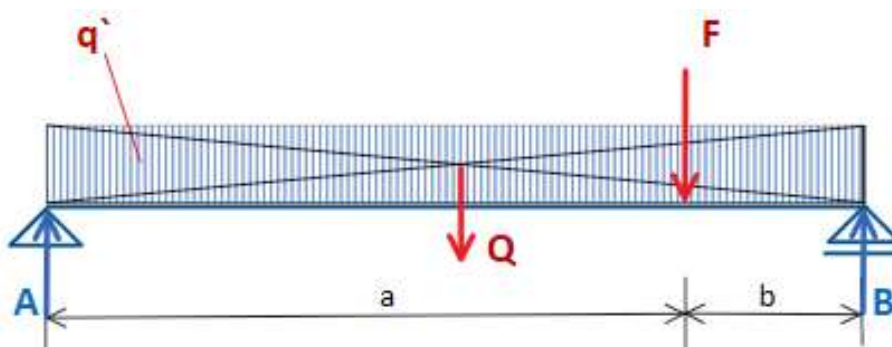

Abb. 3: Bsp. Träger auf zwei Stützen
1.2 Entwickeln Sie einen rechnerischen Lösungsansatz zur Ermittlung der Auflagerkräfte A und B im Beispiel Abbildung 3 eines Trägers auf zwei Stützen und erläutern Sie den damit verbundenen Begriff „freimachen des statischen Systems“. Die dargestellte Last Q ist hier die Ersatzlast der Linienlast q' . **8 Punkte**
1.3 Analysieren Sie das Beispiel in Abbildung 3 und skizzieren Sie den Verlauf der Schnittkräfte als vollständiges Schnittkraftdiagramm. Stellen Sie die genauen Kraftgrößen an den Wendepunkten für die Querkraft (V) sowie Lage und Größe des maximalen Biegemomentes dar. **20 Punkte**